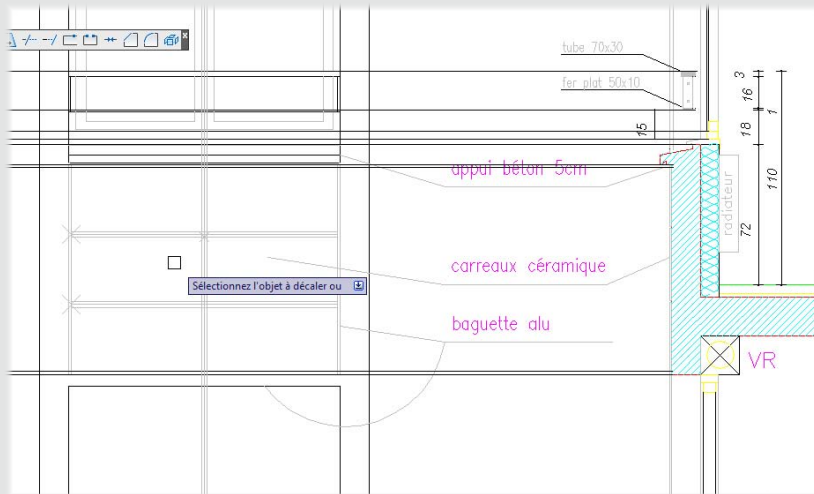

Figure 34
12. Activons de nouveau l'outil Décaler afin de compléter le panneau de façade divisé en carreaux de céramique. La première division s'est faite dans le sens de la longueur, la seconde dans le sens de la hauteur. Sélectionnons les objets à décaler (voir Figure 34).